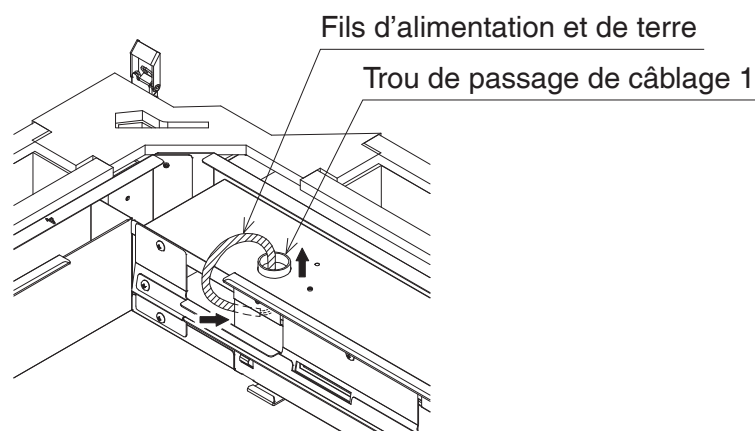

Figure 9
3. Faites passer les fils d'alimentation (noir et blanc) et le fil de terre (vert ou jaune) par le trou de passage de câblage 1. (Reportez-vous à la **Figure 9**.)